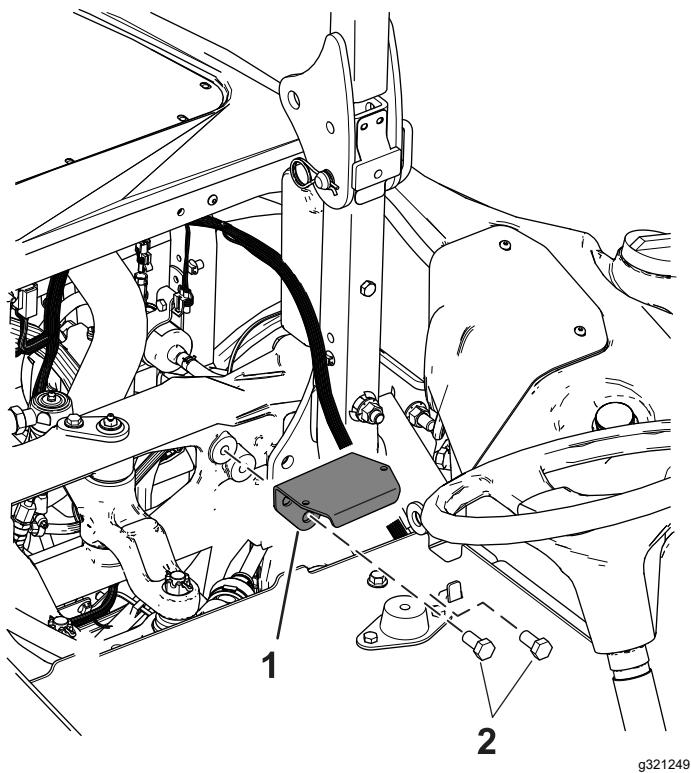

Bild 3
4. Montieren Sie die Sensorhalterung mit zwei Schrauben ($\frac{1}{2}$ " x 1") am Rahmen, siehe Bild 3.